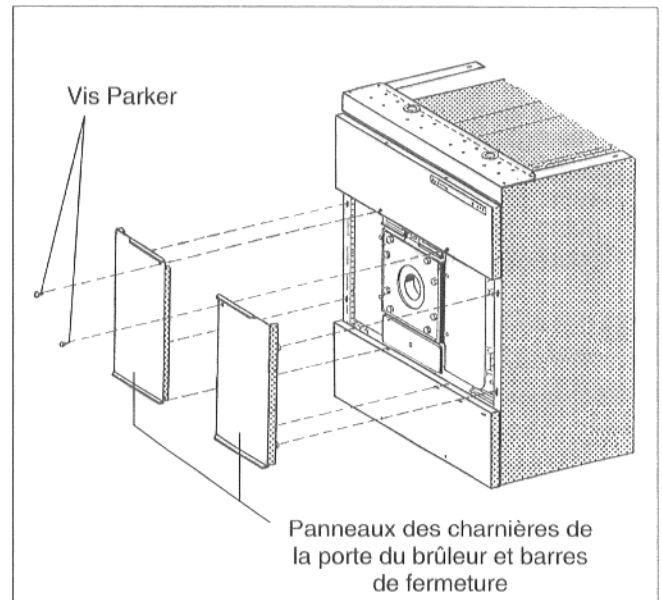

Fig. 48
- Suspendre les panneaux des charnières de porte du brûleur et des barres de fermeture en accrochant la languette dans le panneau inférieur de la trappe de nettoyage et les crochets des côtés dans les parois latérales (Fig. 48).
- Visser en haut à l'aide de vis Parker les panneaux des charnières de la porte du brûleur et les barres de fermeture sur le panneau de la trappe supérieure de nettoyage (Fig. 48).